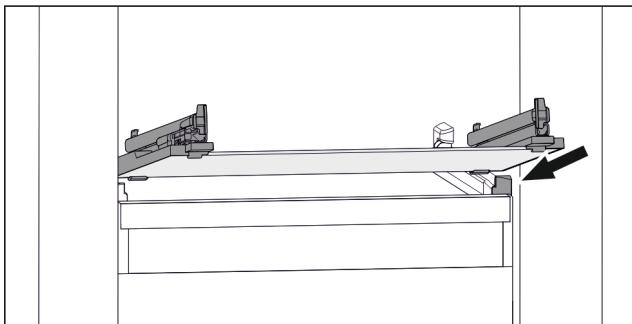

Fig. 159 Примерно изображение на стъклената плоча
- ▶ Поставете стъклената плоча под ъгъл зад ограничителите. (виж Fig. 159)